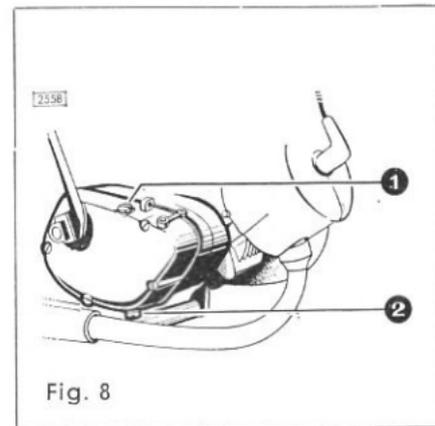

Fig. 8
b) Ausführung mit Ölmeßstab (Fig. 8)
Ölstand bei horizontaler Stellung des Fahrzeuges, also in Normallage, prüfen. Meßstab (Fig. 8/1) herauschrauben, trockenwischen, hineinstecken und herausziehen. Der Ölmeßstab muß dabei senkrecht gehalten werden, da bei schiefer Lage das Öl am Meßstab gegen die +-Markierung rinnt. Die Ölmenge ist richtig, wenn der Ölstand innerhalb der Markierungen (+ und -) liegt. Liegt der Ölspiegel unterhalb der Markierung (-), Öl (Viskosität siehe Technische Daten) bei der Öleinfüllöffnung nachschütten, bis der richtige Ölstand erreicht ist. Liegt der Ölspiegel oberhalb der Markierung (+), Ablassschraube (Fig. 8/2) lockern und etwas Öl ablassen. Vor jedem Messen des Ölstandes ist der Meßstab abzuwischen